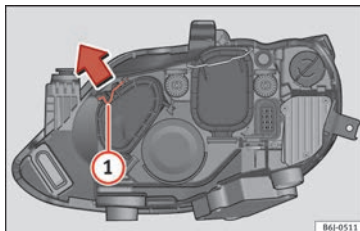

Bild 94 Dubbel strålkastare
- För ögla **1** i pilens riktning och ta bort locket » bild 94.